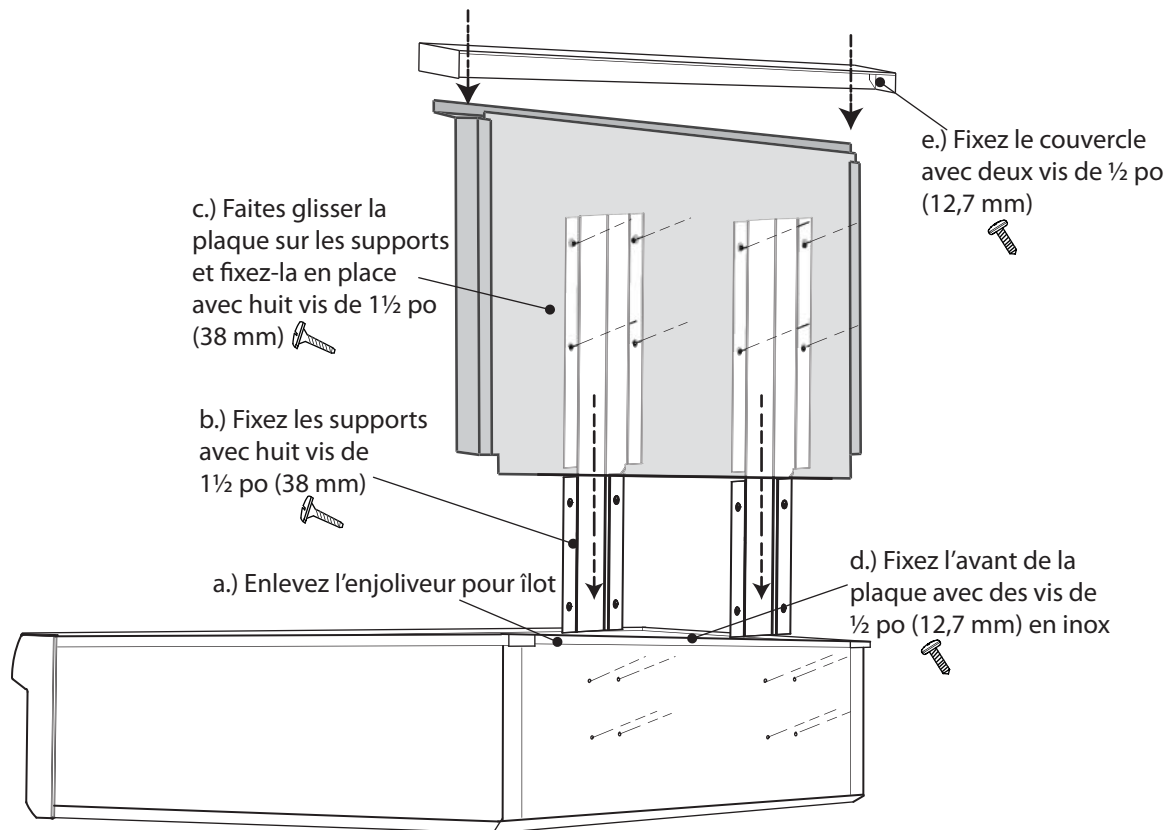

Figure 12 : Pose de la plaque de protection basse
- Selon le modèle, enlevez les trois ou quatre vis en acier inoxydable fournies avec l'enjoliveur pour îlot. Enlevez les deux vis fixant la pièce au panneau arrière. Soulevez l'enjoliveur pour îlot pour l'enlever (A, *Figure 12*).
- Faites glisser les pattes des supports entre les deux panneaux arrière des boîtiers des cuisinières. Fixez chaque support avec quatre vis de 1½ po (38 mm) (B, *Figure 12*).
- Faites glisser la plaque de protection sur les deux supports à l'arrière de la cuisinière. Fixez-la en place avec huit vis de 1½ po (38 mm) (C, *figure 12*) (C, *Figure 12*).
- Fixez l'avant de la plaque de protection à la cuisinière avec trois ou quatre vis de ½ po (12,7 mm) (D, *Figure 12*).
- Placez le couvercle de la plaque de protection sur le dessus et fixez-le en place à l'aide de deux vis de ½ po (12,7 mm) (E, *Figure 12*).